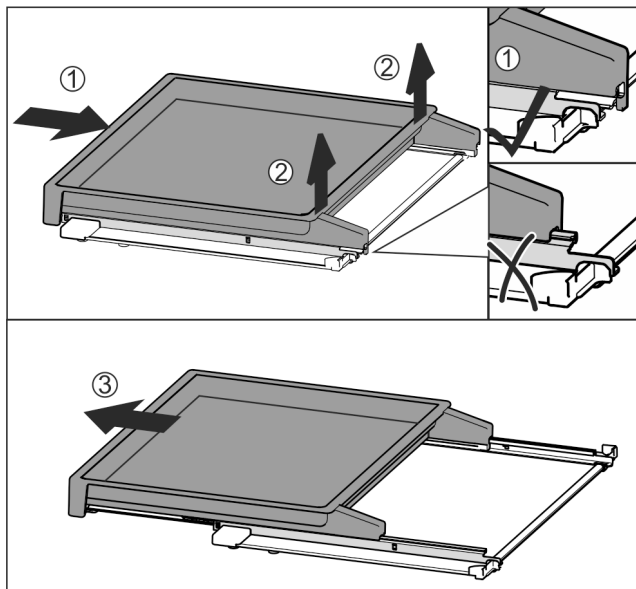

Fig. 112
- ▶ Úplne zasuňte vyťahovaciu poličku Fig. 112 (1).
- ▶ Uvoľnite západku na zadnej strane Fig. 112 (2).
- ▶ Vyberte vyťahovaciu poličku smerom dopredu Fig. 112 (3).